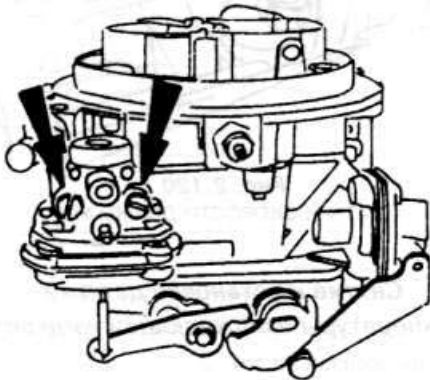

**Рис. 2.113**
- ♦ Вывинтите ускорительный насос и выньте остальные детали (рис. 2.113).